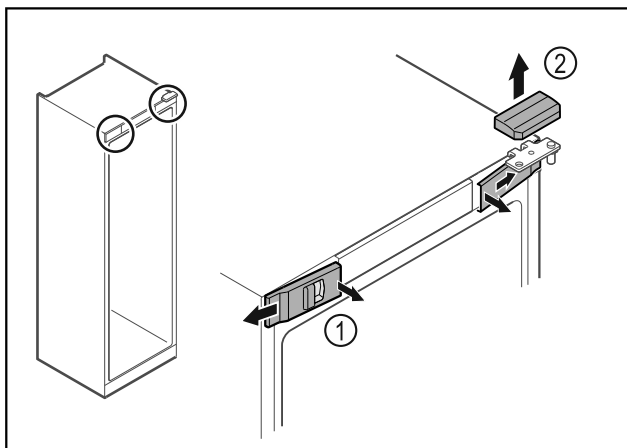

Fig. 15
- ▶ Disinnestare le coperture anteriori Fig. 15 (1) dall'interno ed estrarle lateralmente.
- ▶ Rimuovere la copertura superiore Fig. 15 (2) sollevandola verso l'alto.